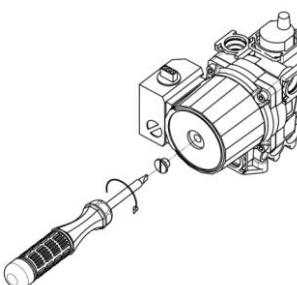

Рис. 11. Проверка циркуляционного насоса
- 9) не блокирован ли насос. Для этого при помощи отвёртки открутите заглушку насоса и проверните его вал несколько раз туда и обратно (см. Рис. 11), при этом котёл необходимо отключить от электросети (вынуть вилку из розетки). Затем плотно закрутите заглушку. При выполнении данной операции возможны протечки теплоносителя из насоса, после установки заглушки необходимо удалить остатки теплоносителя с компонентов котла (протереть);